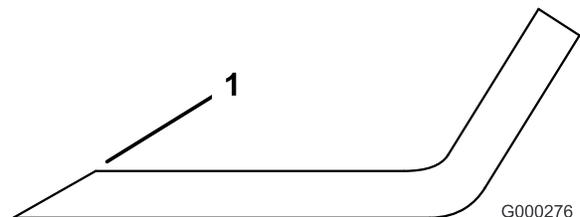

Figure 97
1. Au moyen d'une lime, aiguissez les tranchants aux deux extrémités de la lame (Figure 97).